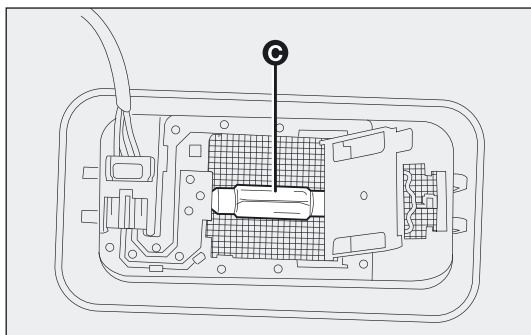

fig. 170
- ❑ maak de lamp C-fig. 170 los uit de veercontacten aan de zijkant en vervang hem; plaats de nieuwe lamp en controleer of de nieuwe lamp goed vastzit in de veercontacten;